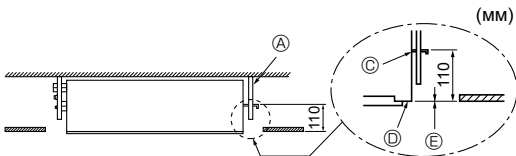

Рис. 2-9
5. Затяните все гайки. (Рис. 2-9)